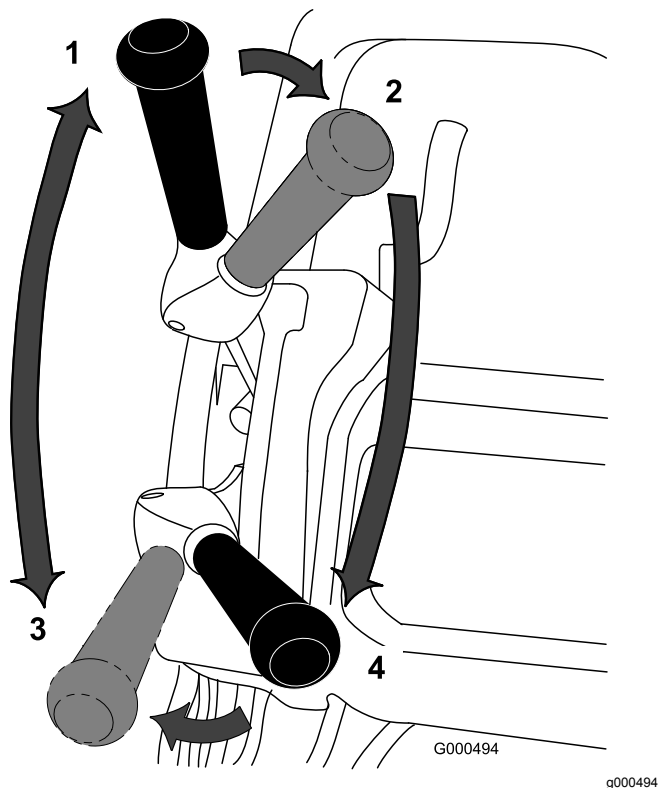

Figura 32
1. Avviate il motore, impostate l'acceleratore a bassa velocità, abbassate la stegola per sollevare l'apparato di taglio, premete il comando presenza dell'operatore, spostate la leva della trazione e di azionamento del cilindro in posizione di MARCIA AVANTI (di trasporto) e trasportate la macchina sul bordo del green (Figura 32).
2. Spostate la leva posizione di FOLLE (Figura 32).
3. Spostate la leva in posizione di FOLLE per la trazione e di DISINNESTO per l'azionamento del cilindro (**Figura 32**).
4. Spostate la leva in posizione di MARCIA AVANTI per la trazione e di INNESTO (**Figura 32**) per l'azionamento del cilindro, aumentate la velocità dell'acceleratore sinché la macchina non avanza alla velocità desiderata, guidate la macchina sul green, abbassate l'apparato di taglio a terra e iniziate a tosare l'erba.